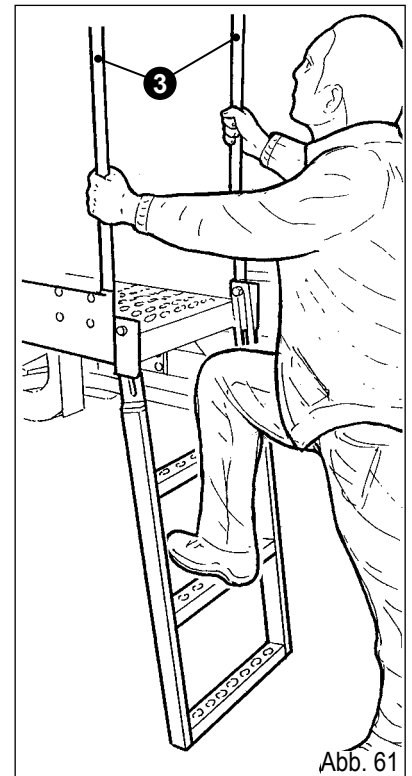

Abb. 61
- Um die abschließbare Tanktür zu öffnen, müssen Sie über die Klappleiter auf die Plattform steigen (1).
- Um die Leiter zu verwenden, muss sie durch Freilassen des Hakens(2) entriegelt werden. Greifen Sie sie dann mit den Händen und begleiten Sie ihren Abstieg bis zum Endanschlag.
- Steigen Sie ohne Eile die Leiter hinauf und nutzen Sie das Schutzgeländer der Plattform (3) als Befestigungspunkte (Abb. 61).
- Wenn die Operationen auf der Plattform beendet sind, bringen Sie die Klappleiter wieder in Ruhestellung und verriegeln Sie sie erneut mit dem Haken (2).